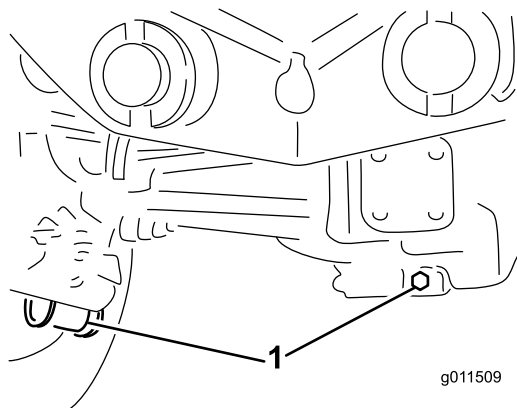

Рисунок 63
2. Очистите область вокруг трех пробок сливных отверстий, по одной на каждом конце и одной в центре (**Рисунок 63**).